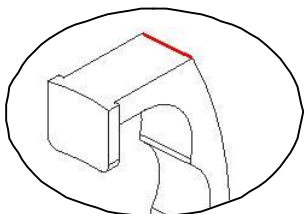
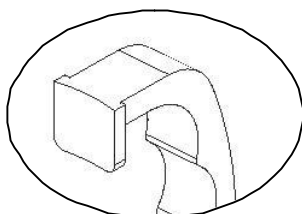

图5-37
图5-38
10. 使用边倒圆功能创建圆角特征。选择图 5-37 所示的实体边缘，然后设置圆角半径为“15”，结果如图 5-38 所示。